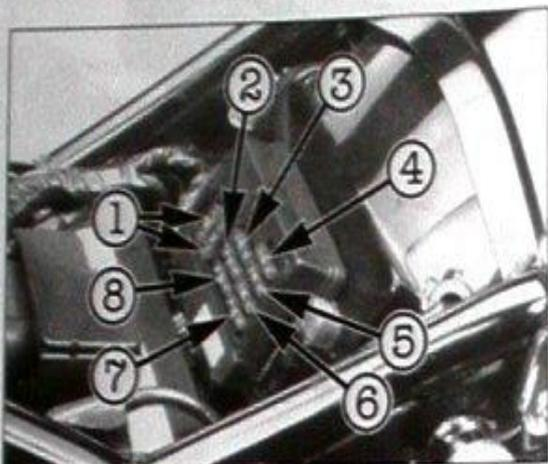

Bild 76
- Zum Auswechseln der Sicherungen Sitzbank abnehmen und Deckel des Sicherungskastens öffnen (Bild 76). Sicherung aus Klemme ziehen und Reserve-Sicherung mit identischem Ampère-Wert eindrücken.